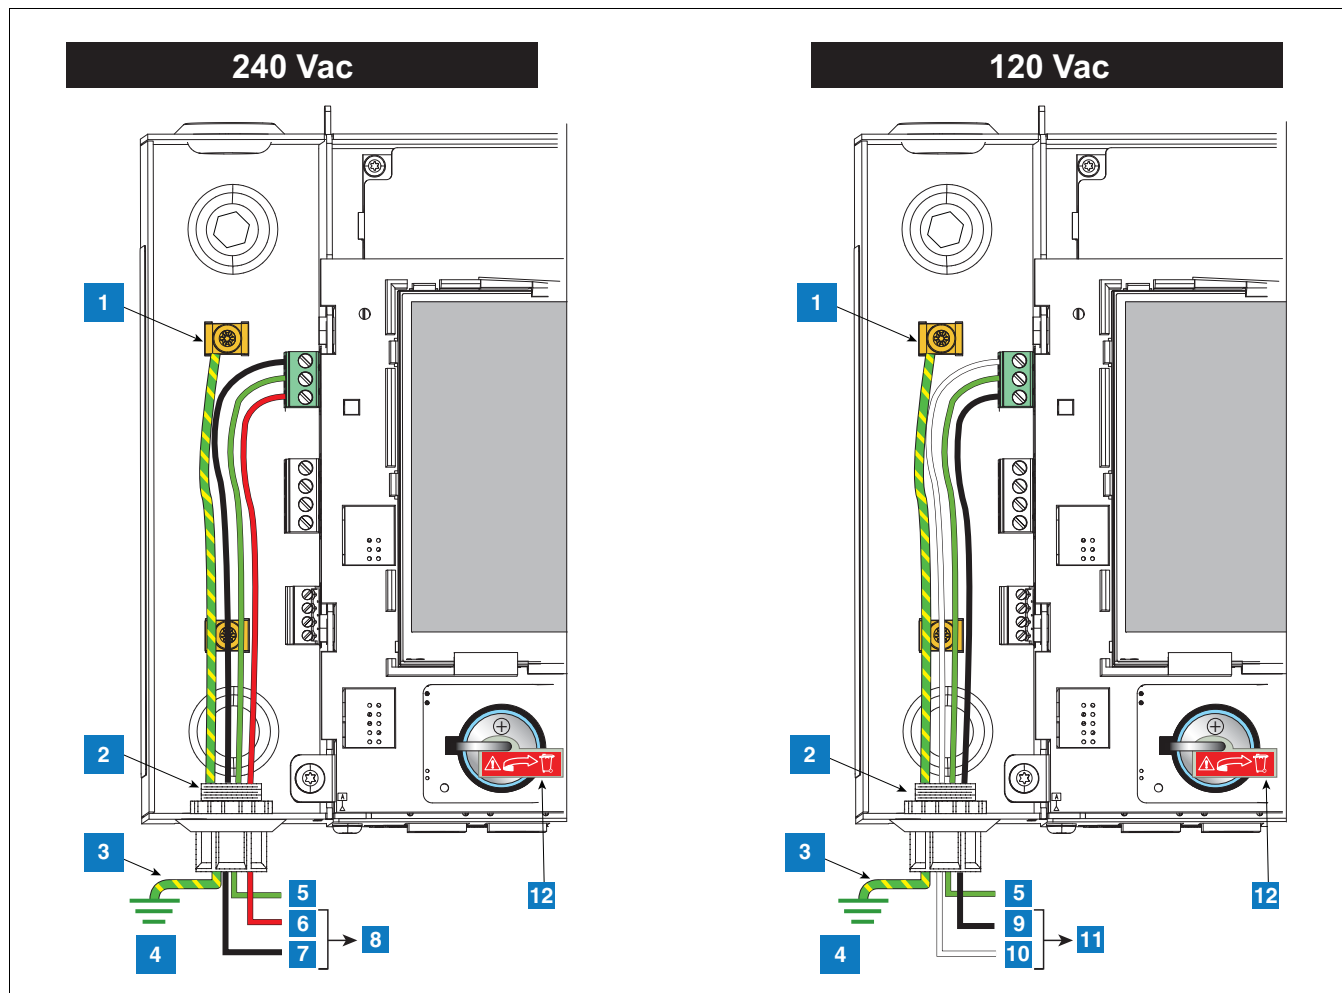

Figure 6. Câblage d'alimentation CA à la console
5. Connectez les fils d'alimentation d'entrée 120 ou 240 Vca comme illustré à la Figure 6.
LÉGENDE DE LA Figure 6